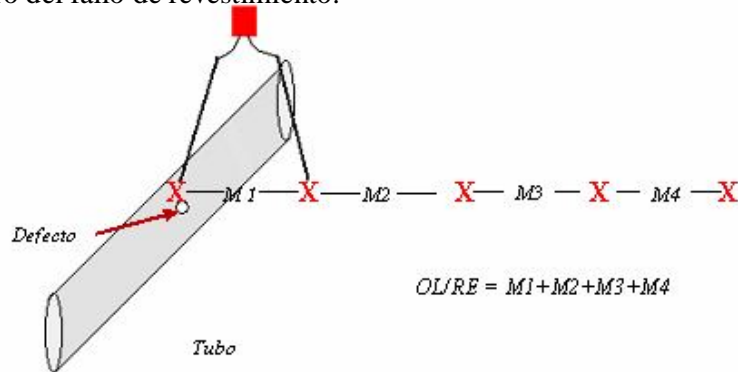

Figura 18. Medición del potencial entre el epicentro del defecto y Tierra Remota o OL/RE
- Si hay una oscilación visible, se observará el movimiento de la aguja para ver en qué dirección se encuentra el defecto. En la posición encendida (ON), la aguja del medidor apunta hacia el bastón situado más cerca del defecto.
- Con uno de los electrodos en el epicentro del defecto y el otro situado aproximadamente a 1.5 metros de distancia, se medirá la Amplitud del Pulso de DCVG por turnos en cuatro puntos, como se muestra en la Figura 18, para obtener el valor de OL/RE. La oscilación de la aguja en las cuatro posiciones indicará siempre el epicentro del fallo de revestimiento.